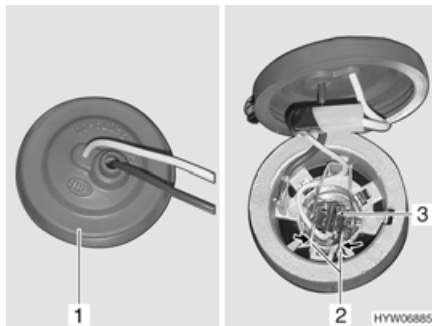

Fig. 218 Luce fendinebbia
- Afferrare dietro la luce fendinebbia e togliere il copripolvere di gomma dall'involucro (Fig. 218,1).
- Stringere la staffa di metallo (Fig. 218,2) ed estrarla dal supporto.
- Estrarre dall'involucro la lampada ad incandescenza (Fig. 218,3) con il cavo.